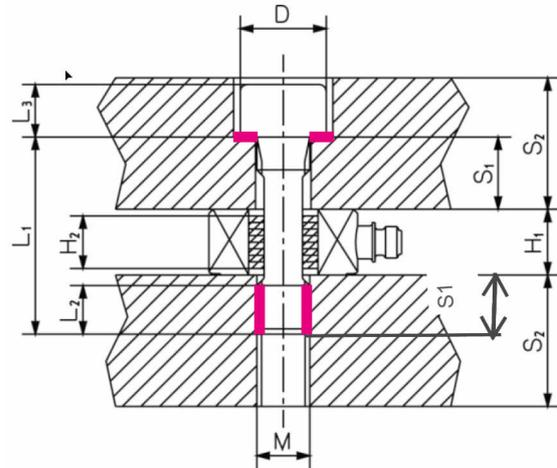

Abb. 1: Detaillierte Masse für den Sensoreinbau
2. Schraubengewinde und Auflagefläche unter dem Schraubenkopf mit Spezialfett 1063 einfetten (rot eingezeichnet in Fig. 1).